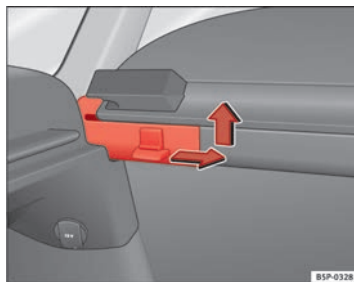

Fig. 125 Desmontaje de la bandeja portaobjetos
- Presione la clavija lateral en el sentido de la flecha, levante la bandeja y extráigala ⇒ fig. 125.